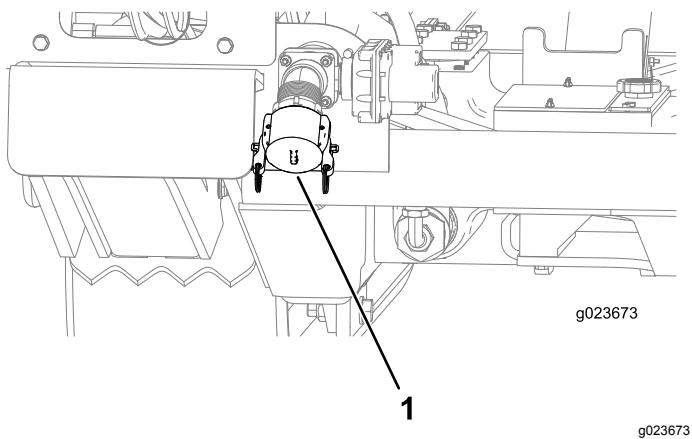

Рисунок 128
- Убедитесь, что крышка установлена на впускном отверстии насоса бурового раствора (Рисунок 128).